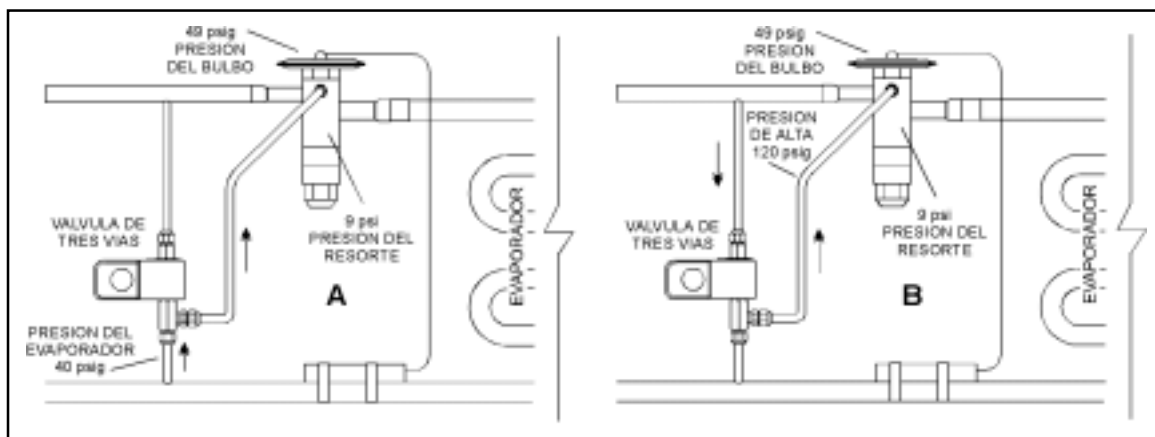

Figura 7.15 - Válvula de solenoide de tres vías utilizada para mantener la VTE herméticamente cerrada durante los ciclos de paro del compresor.
Una válvula de solenoide de tres vías, como la que se muestra en la figura 7.15, se usa para mantener la válvula de termo expansión herméticamente cerrada, durante los ciclos de paro. Cuando el compresor está trabajando (A), la válvula de solenoide está energizada, el émbolo es accionado hacia arriba, cerrando el puerto que conecta a la alta presión. La presión de la línea de succión es transmitida a la válvula de termoexpansión, a través del tubo igualador. Cuando el compresor se detiene (B), la válvula de solenoide se desenergiza, el émbolo cae y cierra el puerto conectado a la línea de succión. El refrigerante de alta presión entra a la válvula de solenoide y pasa hacia la válvula de termoexpansión a través del tubo igualador, forzando el diafragma a subir, para así mantener cerrada la válvula de termoexpansión durante los ciclos de paro.